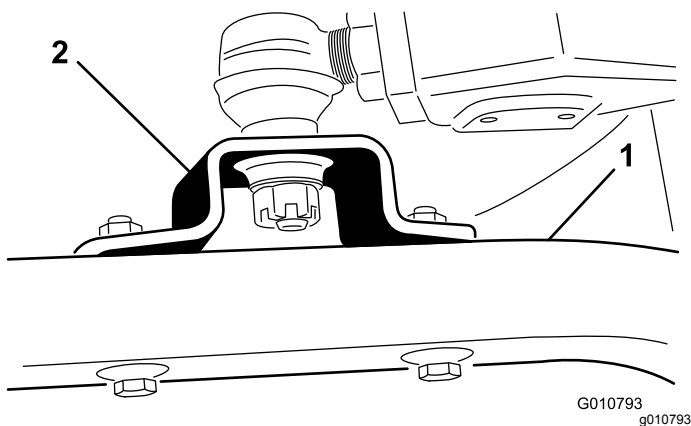

Figura 19
3. Retire os parafusos e porcas de bloqueio que prendem as montagens da rótula esférica aos braços da roda giratória na unidade de corte (Figura 19).